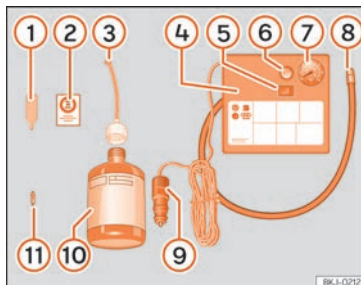

Abb. 96 Prinzipdarstellung: Bestandteile des Pannensets
Das Pannenset befindet sich im Gepäckraum unter dem Bodenbelag. Es besteht aus folgenden Bestandteilen » **Abb. 96:**
Den Reifenfüllschlauch » Abb. 96 ⑧ wieder anschließen und den Reifenfülldruck an der Reifenfülldruckanzeige ⑦ ablesen.